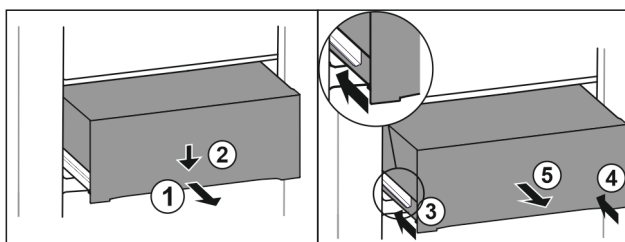

Fig. 182
- Estrarre il cassetto a metà. *Fig. 182 (1)*
- Premere il cassetto sul lato anteriore verso il basso. *Fig. 182 (2)*
- Spingere la guida sinistra di circa 2 cm verso l'interno. *Fig. 182 (3)*
- Spingere la guida destra di circa 2 cm verso l'interno. *Fig. 182 (4)*
- Rimuovere il cassetto tirandolo in avanti. *Fig. 182 (5)*